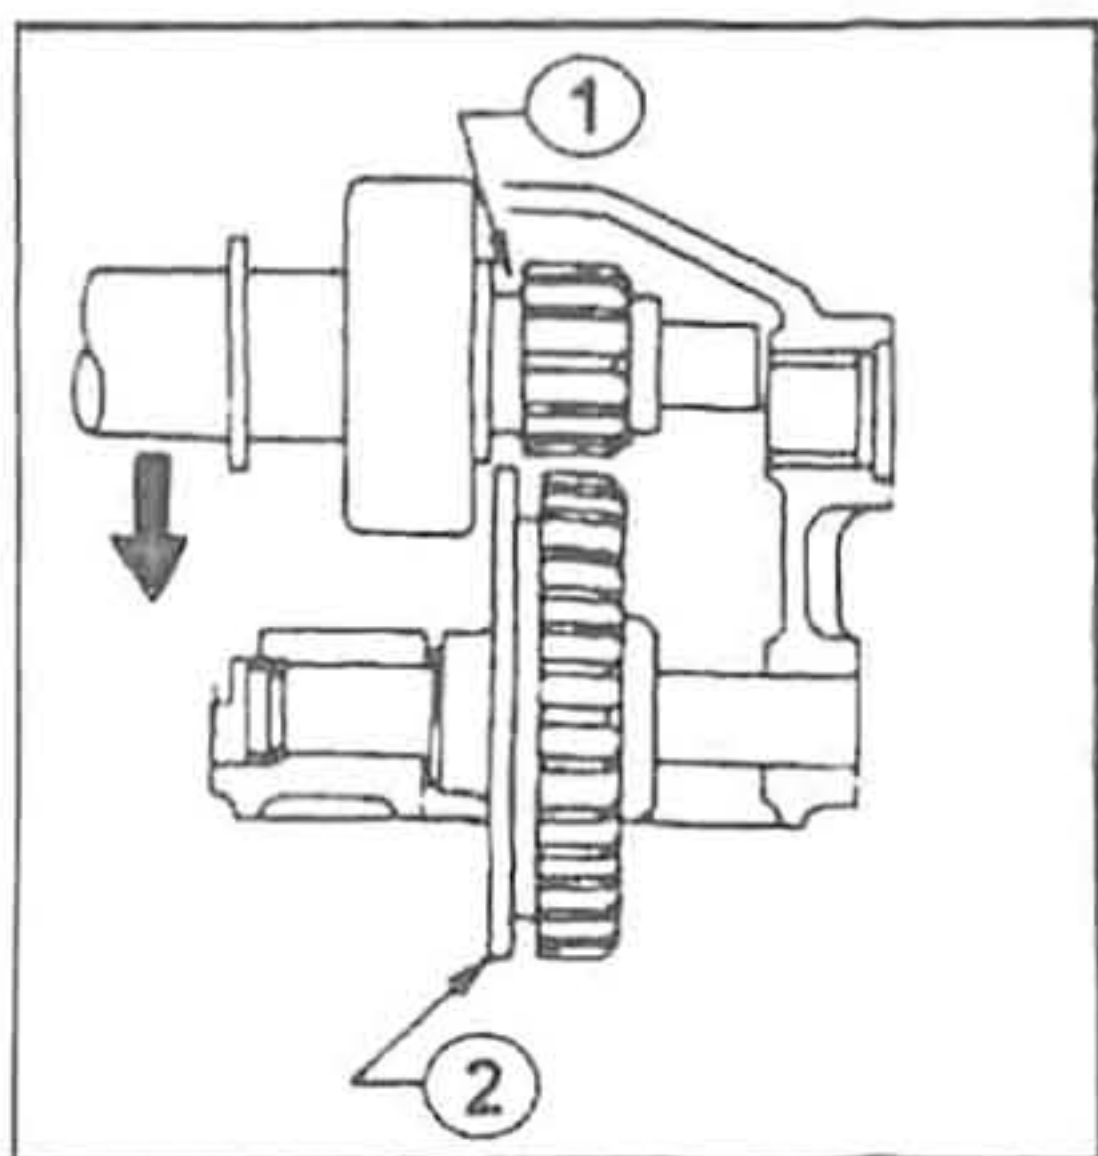

Рис. 731. 1. Канавка. 2. Фланец.
2. При установке ротора в переднюю крышку совместите канавку шестерни (1) с фланцем промежуточной шестерни (2) (рис. 731, только для стартера редукционного типа). Визуально проверьте качество зацепления шестерен.